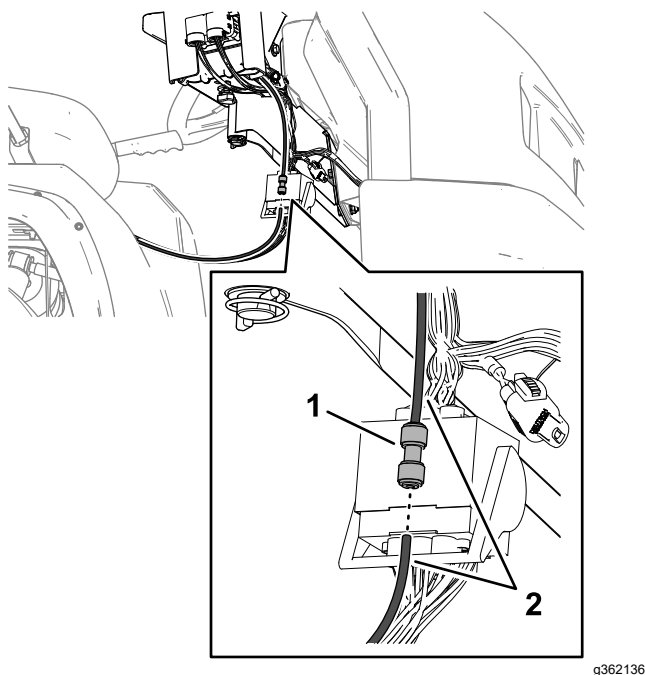

Figure 132
5. Retirez un des tubes de détection de pression du raccord à emboîtement, comme montré à la Figure 132.